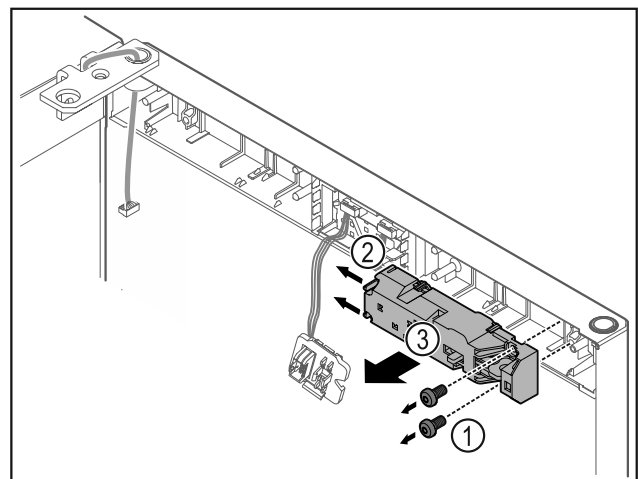

Fig. 21
- ▶ Retire los tornillos *Fig. 21 (1)*.
- ▶ Empuje los ganchos de retención *Fig. 21 (2)* hacia un lado y retire el cierre remoto *Fig. 21 (3)*.